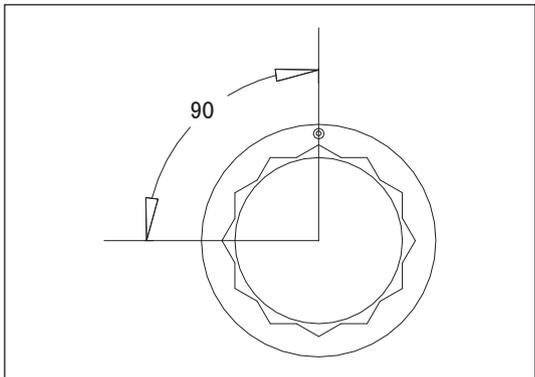

Рис. 13-2-8. Затягивание болтов шатунов
- (6) Проверка большого отверстия шатуна
- » После снятия втулок поршневых головок шатунов затянуть болты шатунов (M8×37,5) с моментом затяжки $15 \text{ Н}\cdot\text{м} \pm 3 \text{ Н}\cdot\text{м}$, пометив головки болтов шатунов краской, подтянуть болты шатунов еще на 90° , определяя угол поворота по метке, как изображено на рис. 13-2-8.